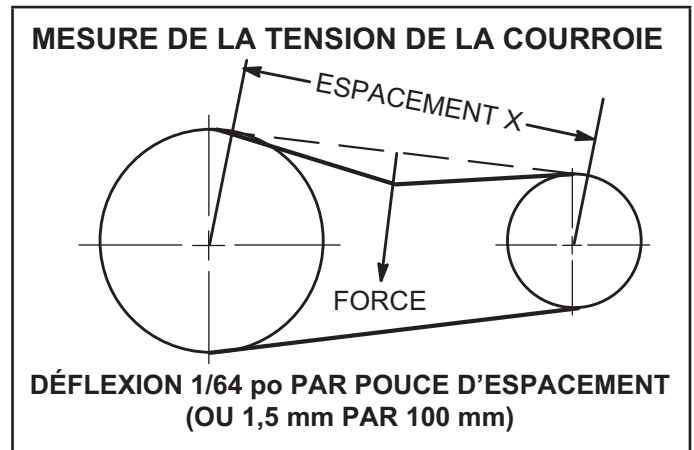

FIGURE 23
- 1 - Mesurer l'espacement X. Voir FIGURE 23.
- 2 - Appliquer une force perpendiculairement au centre de l'espacement (X) avec une pression suffisante pour faire fléchir la courroie de 1/64 po par pouce d'espacement (1,5 mm par 100 mm d'espacement).